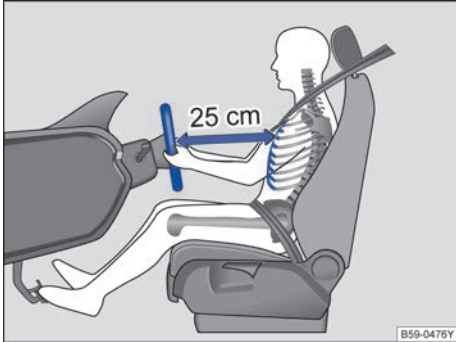

图 14 驾驶员与方向盘之间至少保持 25 cm 的距离
- 调节方向盘，使驾驶员胸部与方向盘之间至少保持 25 cm 的距离→图 14。
- 将靠背调节并锁定至合适角度→图 14，使背部于靠背完全贴合。